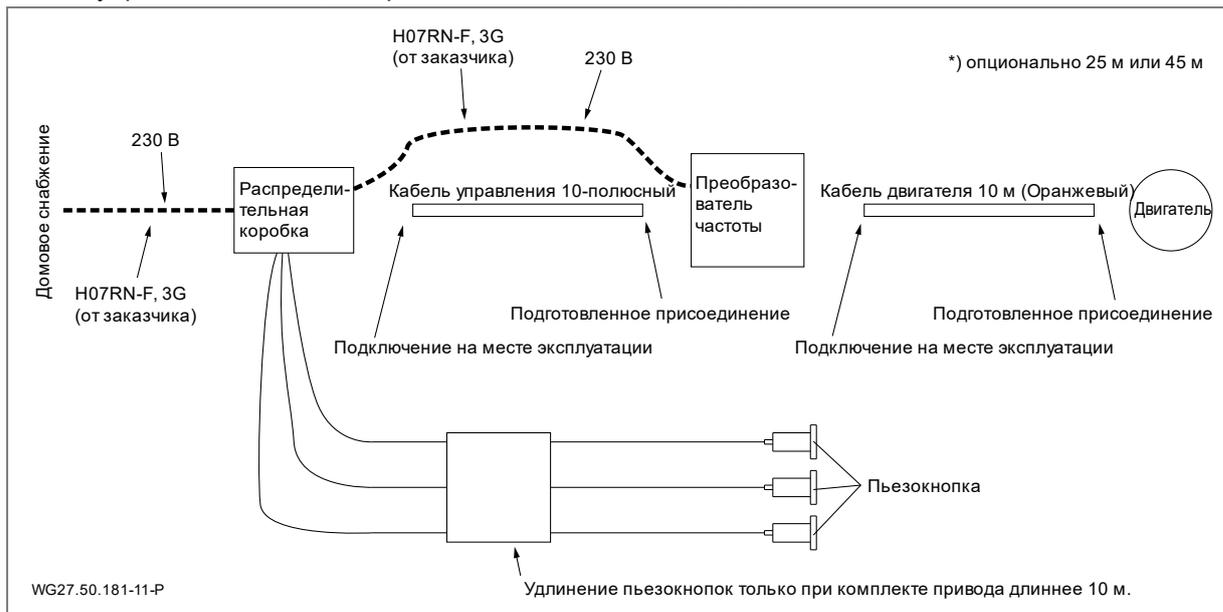

Рис. 19
14. Провода для РТС (Коричневый или черный (Br1)/белый (BR2)) подключить в соответствии со схемой. См. "Рис. 19" на стр. 26.